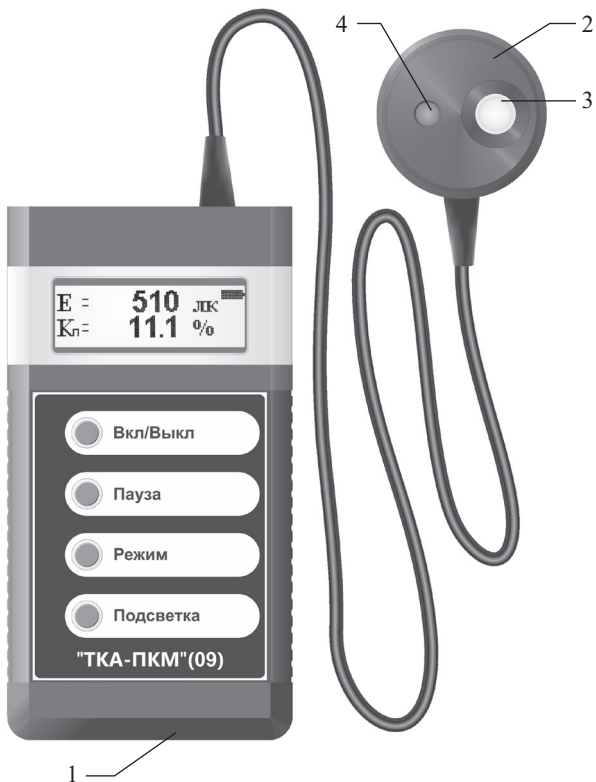

Рис.1 – Внешний вид прибора “ТКА-ПКМ”(09)
5.1 Приборы комбинированные выпускаются в компактном портативном исполнении. Конструктивно прибор состоит из двух функциональных блоков: измерительной головки (ИГ) и блока обработки информации (БОИ), связанных между собой гибким многожильным кабелем (Рис.1).